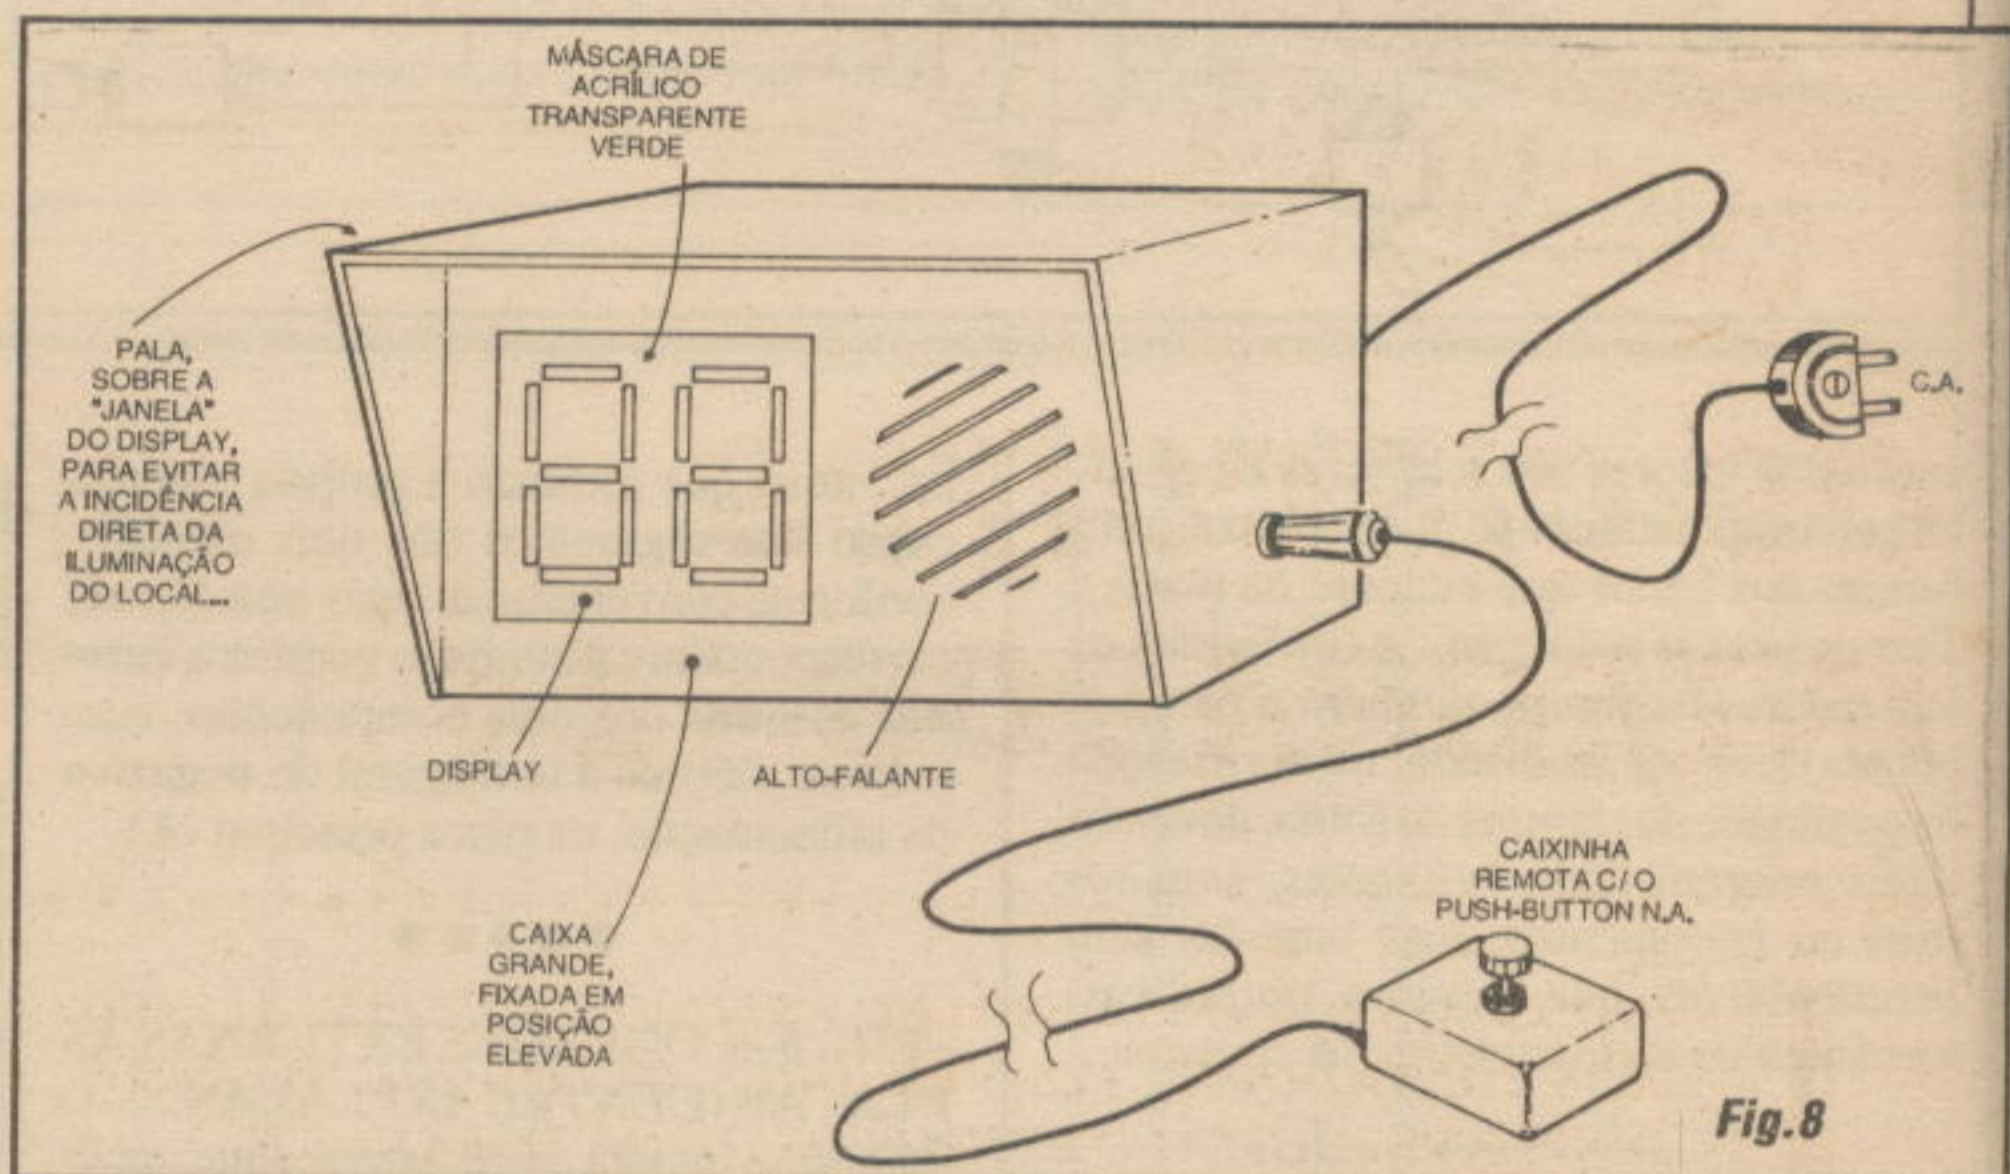

Fig.8
- FIG. 8 - SUGESTÃO PARA O ENCAIXAMENTO GERAL DO SEBIN... -
- FIG. 8 - PARÂMETROS ELÉTRICOS DOS DISPLAYS A LEDs... - Os 7 LEDs embutidos dentro de cada *display* continuam sendo... LEDs, e ficam sujeitos a todos os limites, parâmetros e condições de funcionamento já vistos em distante *aula* na qual tais componentes foram abordados. Tensão e corrente, em cada segmento, estão parametradas pelas necessidades/requisitos dos LEDs individuais... Dessa forma, é muito comum que resistores/série sejam anexados a cada pino de controle de segmento (a-b-c-d-e-f-g), com o cálculo dos seus valores obedecendo às mesmas fórmulas vistas na *arqueológica Aula* mostrada em ABCDE5... Além dos 7 LEDs correspondentes aos segmentos de formação dos algarismos, é comum que o bloco do *display* contenha ainda um **oitavo** LED, posicionado de forma a representar o **ponto decimal** (no canto inferior direito do painel frontal...). Este mostra, externamente, a forma de um... ponto, redondinho ou quadrado, para bem diferenciá-lo dos segmentos em forma de barras ou linhas, formadores do algarismo... Eletricamente, obedece aos mesmos padrões de **anodo comum** ou de **catodo comum** já explicados. A respeito da energização dos LEDs/segmentos, notem que normalmente num *display* tipo **anodo comum**, este estará *positivado*, devendo um nível "0" ou *baixo* ser aplicado ao terminal do segmento que deva acender. Já no *display* do tipo **catodo comum**, este estará *negativado*, ocorrendo o acendimento do segmento cujo respectivo terminal receba um nível "1" ou *alto*...